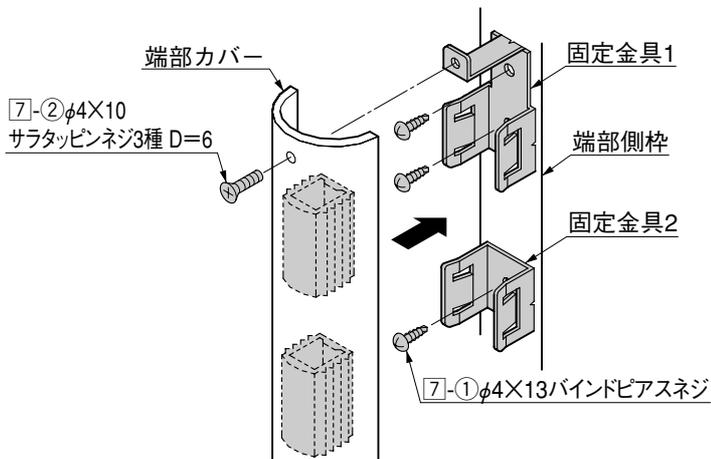
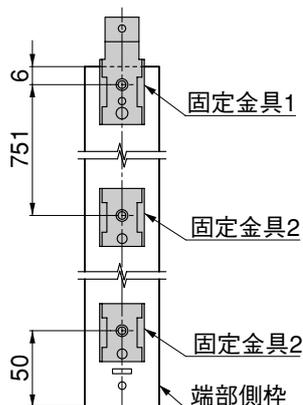

図4-5 A部詳細図
図4-6 固定金具取付け位置
- 端部側枠に、固定金具1、固定金具2を[7]-①で取付けてください。端部カバーを固定金具1に[7]-②で取付け、はめ込んでください。(図4-5、図4-6参照)